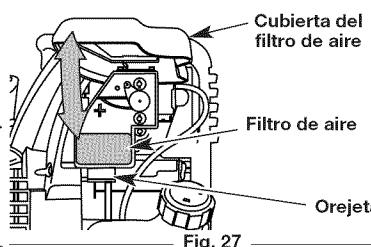

Fig. 27
- Abra la tapa del filtro de aire. Empuje hacia adentro la lengüeta que está en lado inferior de la tapa. Después hale hacia afuera y arriba la tapa del filtro de aire. (Fig. 27).
- Instale de nuevo la tapa del filtro de aire. Haga coincidir las ranuras que hay en la parte superior de la tapa del filtro de aire con las lengüetas de la parte superior de la placa posterior (Fig. 27).
- Gire la tapa hacia abajo hasta que la lengüeta de la placa posterior del filtro de aire se enganche en la ranura de la tapa del filtro de aire (Fig. 27).